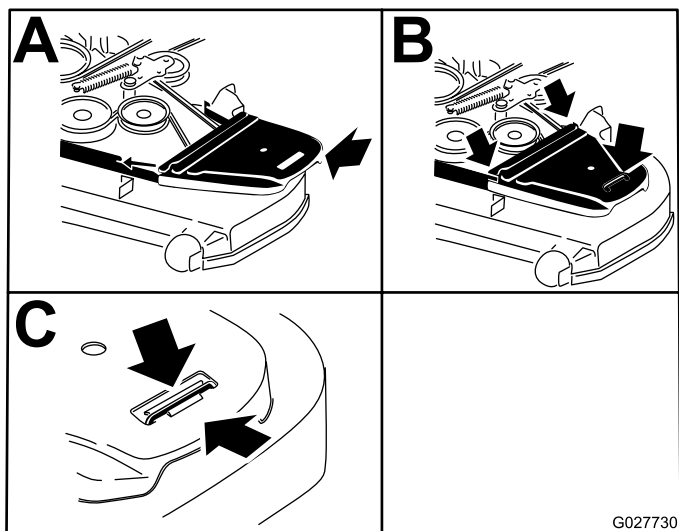

Figura 100
12. Instale las cubiertas de la correa (Figura 100).